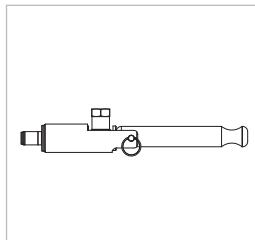

Abbildung 2
- Bringen Sie den Spannhebel (Pos. 2) in die gerade Ausgangsposition (*Abbildung 2*).